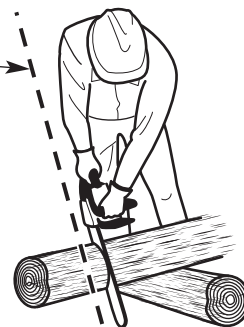

Fig. 20
**AVERTISSEMENT** : Utiliser toujours les placements de main précisés ci-dessous que l'opérateur soit gaucher ou droitier. Cela aidera à garder l'opérateur légèrement à gauche de l'appareil et à l'écart de la ligne directe de la chaîne en cas de rebond (Fig. 20 et Fig. 21). Toujours garder toutes les parties du corps à la gauche de la ligne de chaîne.